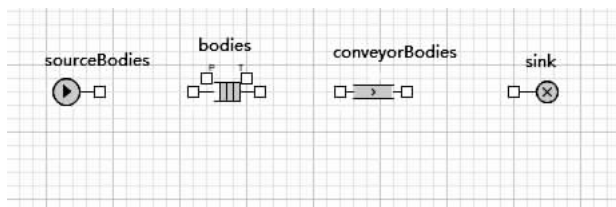

图 3-10 在图纸中添加 Sink 对象
(11) 添加 Sink 对象,Sink 对象用于丢弃实体,通常用于流图的末端连接流图的各个对象的端口,建立实体的行进路径,如图 3-10 所示。